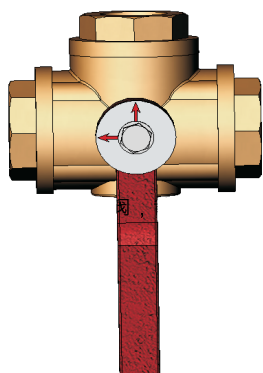

图7 L型三通换向阀
- ★ 设置DN40L型三通球阀(连接示意图中序号7到连通“泵-泡沫储存液”的位置（见图7指示箭头位置，以下类同）。保证试机时隔膜泵马上有泡沫液流入。